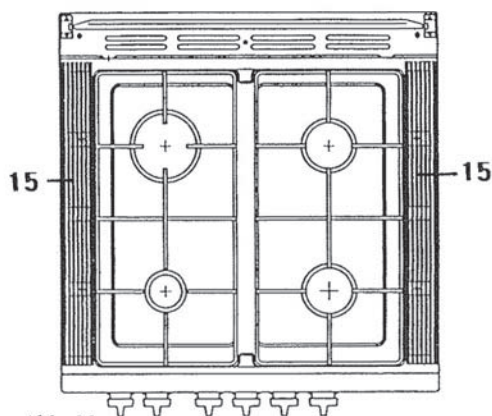

Abb. 21
Hierzu sind die Wärmeluftgitter 15 (Abb. 21) und die ggf. darunterliegenden Siebe abzunehmen und die nun zugänglichen seitlichen Kanäle mit einer längeren flachen Bürste oder mittels einer auf den Staubsauger gesteckten Flachdüse zu reinigen.
- 9.2.3 Warmluftgitter 15 (Abb. 21) und die ggf. darunterliegenden Siebe nach oben abziehen.